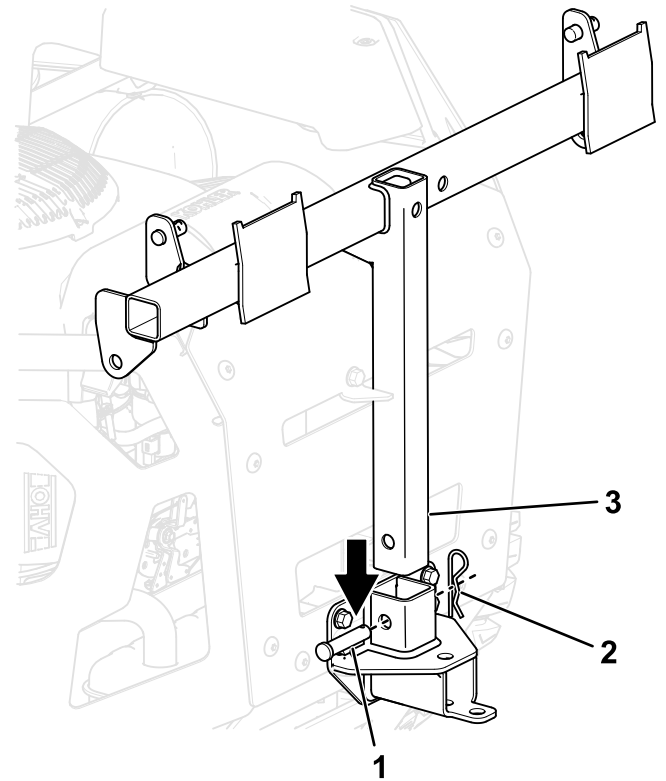

Figuur 14
- 3. Monteer de montagebeugel voor de grasvanger aan de machine; zie Figuur 14.